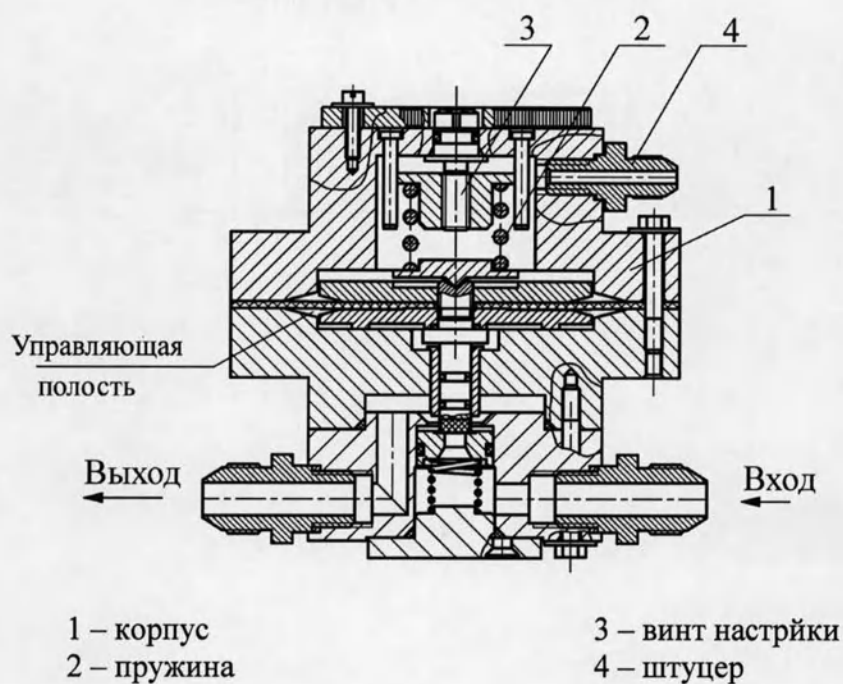

Рис.15
5.11. Регулятор расхода (12 на рис.5) Рис.15 предназначен для регулирования подачи кислорода в барокамеру.